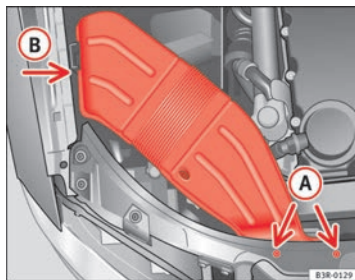

Abb. 214 Luftführungshutze an rechter Fahrzeugseite
- Drehen Sie die Schrauben **A** ⇒ Abb. 214 heraus.